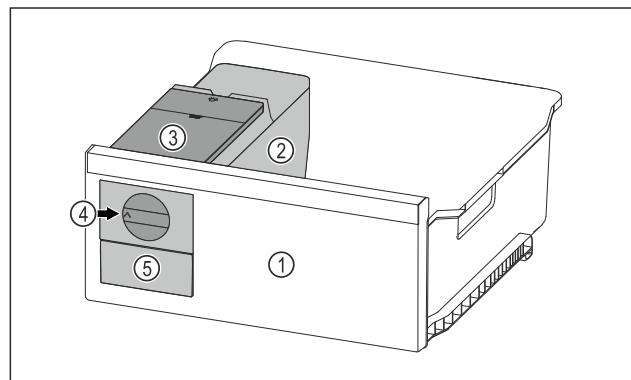

Fig. 102 Primjer izgleda
- Okrenite okretni gumb Fig. 102 (4) u smjeru kazaljki na satu do graničnika.
- Kockice leda padaju iz posude za kockice leda u ladicu za kockice leda Fig. 102 (5). Ako se sve kockice leda ne izvade iz posude za kockice leda: